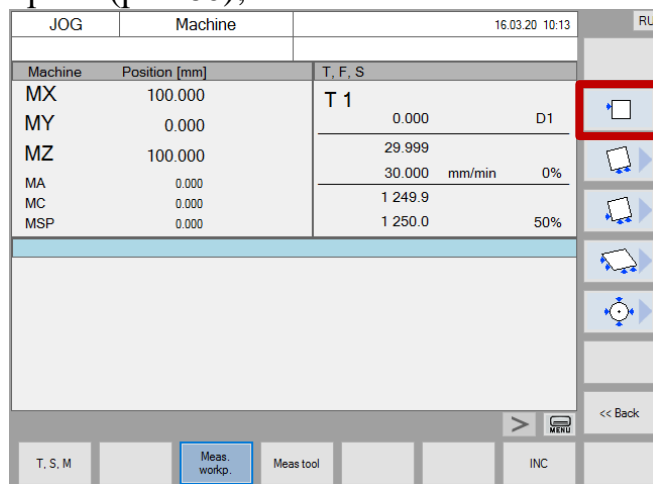

Рис.60. Кнопка измерения по одной точке касания
- Нажать кнопку измерения СЧТ по одной точке касания в вертикальном ряду кнопок экрана (рис.60);